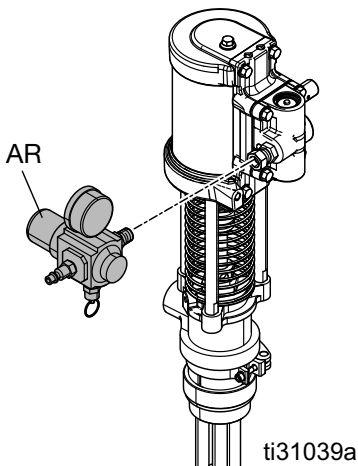

FIG. 6
2. Collegare il regolatore dell'aria (AR) in dotazione al raccordo sul collettore del motore pneumatico. Vedere FIG. 6.